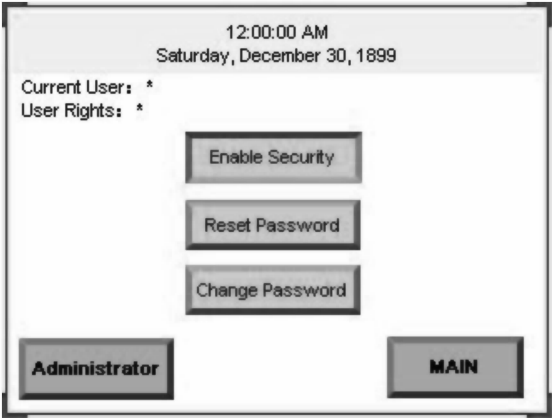

图 6-47 完成后的安全界面
3) 创建跳转至主界面控件，同样的操作可以创建跳转至管理员界面。完成后的安全界面如图 6-47 所示。